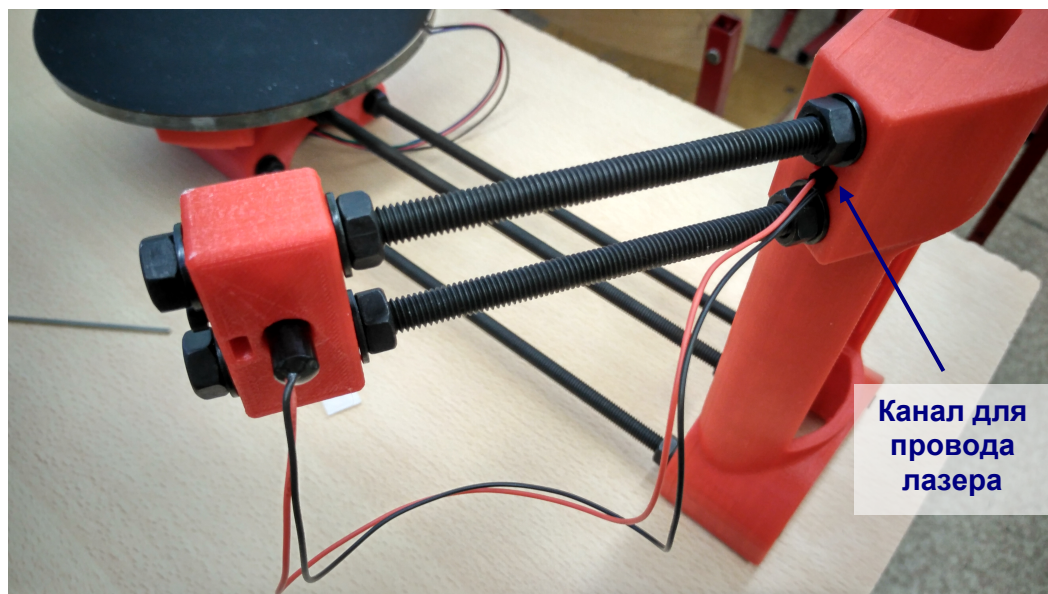
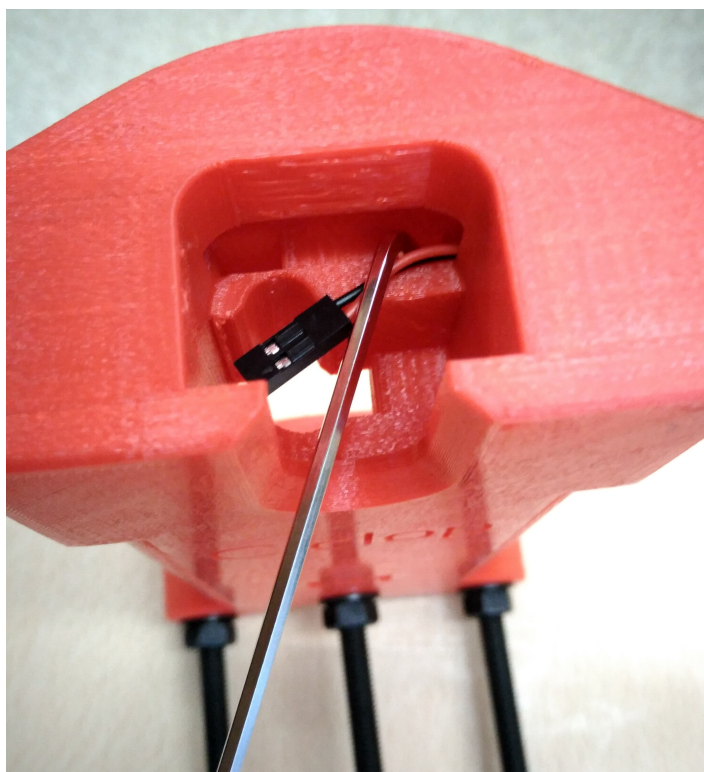
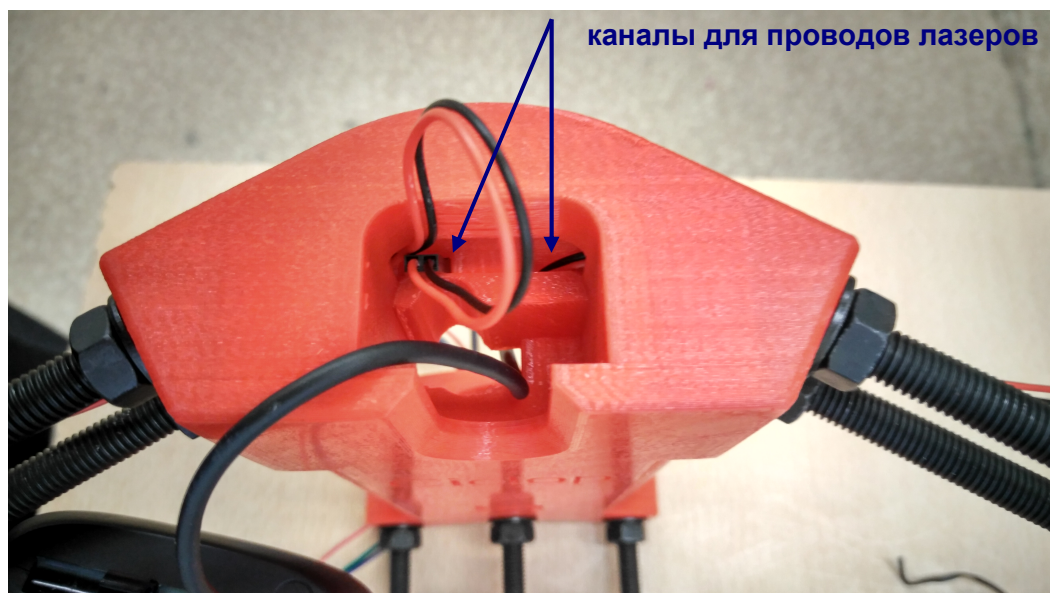

Рис. 12
Рис. 13
Рис. 14
6. Лазеры вставляются до упора в laser piece проводами назад, после чего нужно немного подтянуть винты их крепления (но не туго: позже при юстировке нам еще понадобится вращать лазеры в этих гнездах). Затем свободные концы проводов (с разъемами) нужно просунуть снаружи в «башенку» через прямоугольные отверстия между шпильками (те самые, куда при сборке предлагалось вставлять стержень шестигранного ключа, чтобы удерживать на нужном месте непослушные гайки, – рис. 12). Разъем должен вылезти во внутреннем углублении сверху «башенки» – его нужно (с помощью все того же шестигранного ключа) поддеть (рис. 13), вытянуть и просунуть вниз в имеющийся там же, почти у самой задней стенки, вертикальный прямоугольный канал (рис. 14) – каждый провод должен быть протаснен в основную полость «башенки».